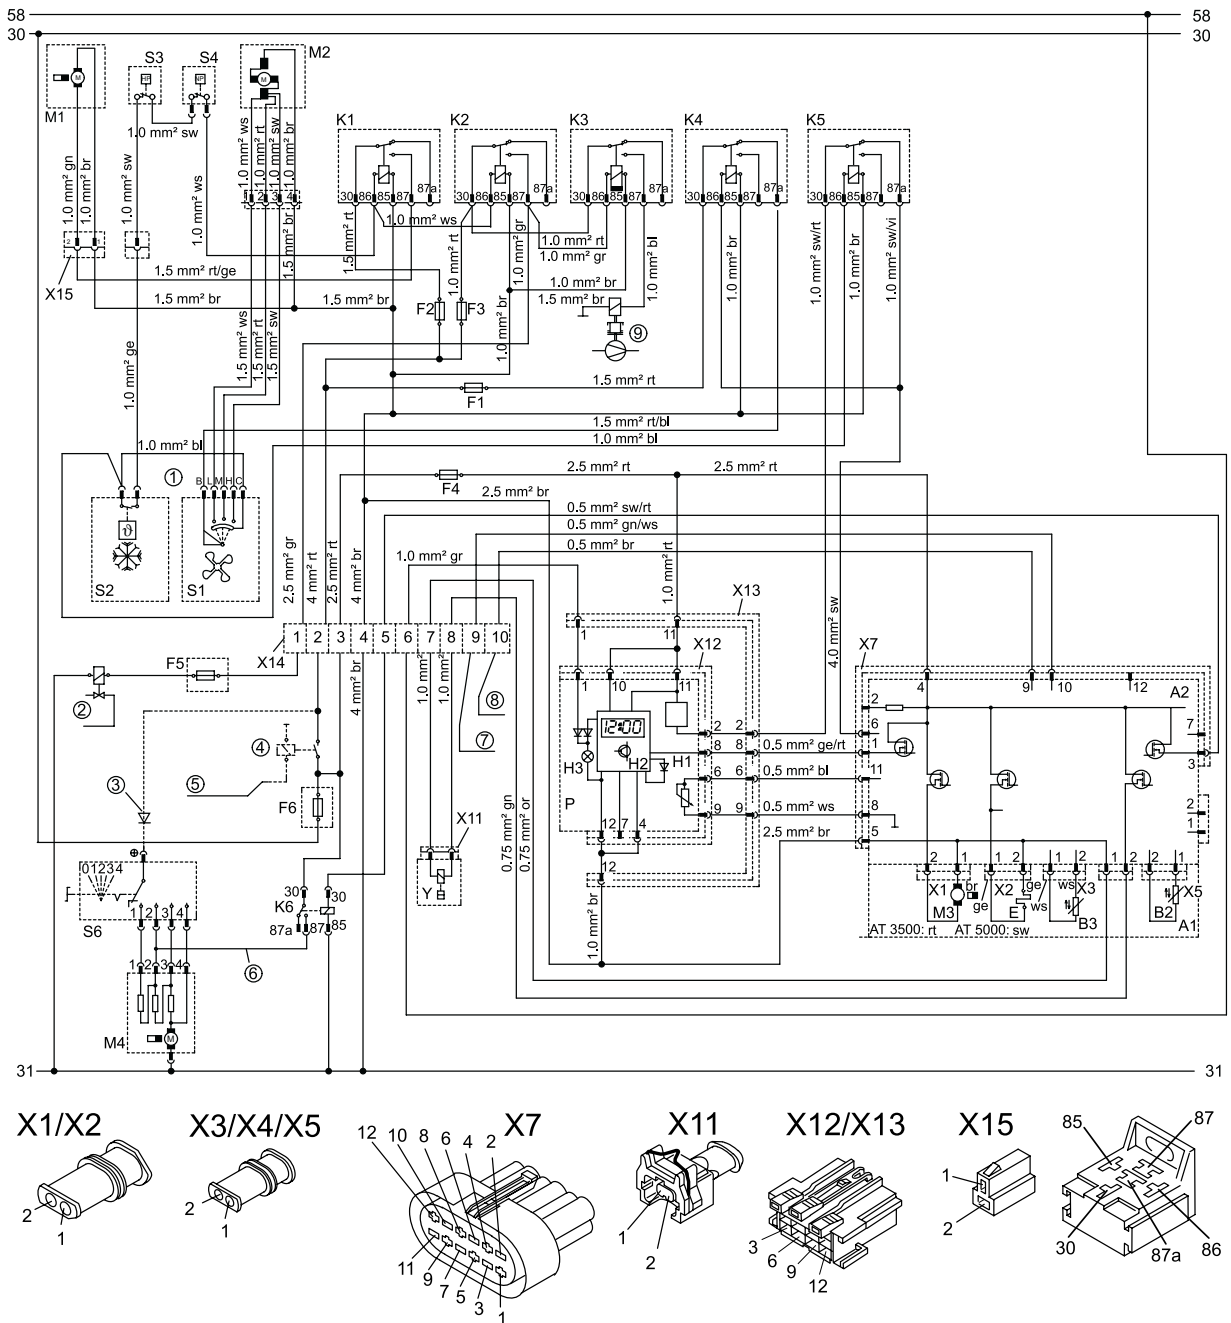

Abb. 3.1
Im Betrieb wird der Kältekreislauf durch den Thermostatschalter (12) (S2, siehe Schaltplan Abb. 3.1) und Druckschalter (15) (S3, siehe Schaltplan Abb. 3.1) überwacht. Durch diese beiden Schalter wird die Magnetkupplung aus- und eingeschaltet und somit der Verdichter ein- und ausgekuppelt..
- Entsprechend dem elektrischen Anschluss (siehe Abb. 3.1) sollte sich die Anlage nur bei laufendem Fahrzeug-Motor einschalten bzw. bedienen lassen.